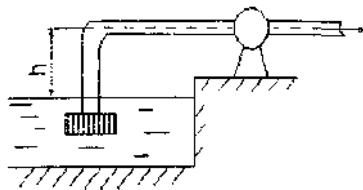

Рисунок 5
11. Визначити граничну висоту розташування осі відцентрового насоса над рівнем води в джерелі, якщо насос забирає  $Q$  води через всмоктуючий трубопровід діаметром  $d$ . Вакууметричний тиск на всмоктуючому патрубку був  $P_{ВАК}$ . Втрати напору у всмоктуючій лінії  $h_w$ . (Рис. 5).